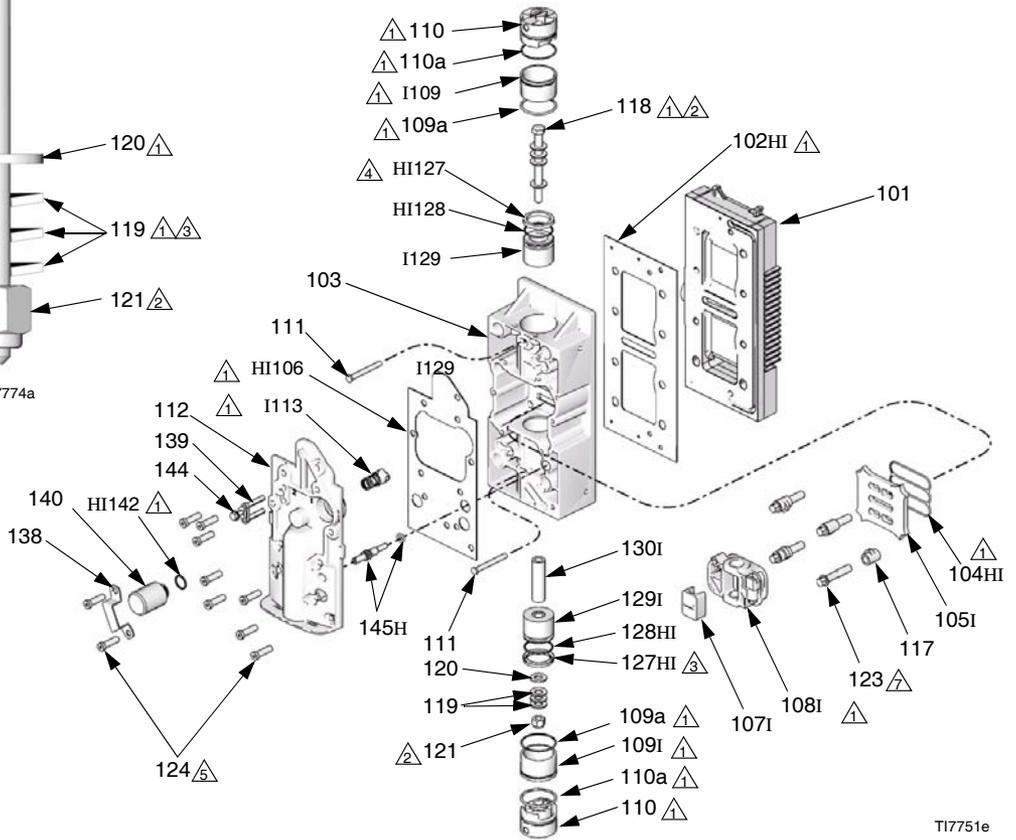

Fig. 11. Reparación de la válvula neumática (NXT107 representada)
2. Vea la FIG. 11. Retire los tornillos (124), la tapa del portaválvulas (112), el bloqueador accionado por muelle (113), la junta (106), y el control de eliminación del hielo (145).
4. Vea la FIG. 11. Sujete el perno (118) con una llave de tubo de 9/16" mientras desenrosca la tuerca (121) con otra llave. Desarme el conjunto del perno del pistón. Inspeccione las empaquetaduras de la copela en U (127) y todas las juntas tóricas (109a, 110a, 128). Reemplace las piezas dañadas.
5. Retire los manguitos (109).
6. Retire el portaválvulas (108) y el bloqueador del portaválvulas (107).
7. Retire los tornillos (123), los retenes (117), la placa de la válvula (105), y el sello (104).
1. Si se había desmontado el cuerpo de la válvula (103), instale una nueva junta (102†‡).
2. Lubrique la placa de la válvula (105‡). Instale el sello (104†‡) y la placa (105‡) en el cuerpo de la válvula (103). Lubrique la superficie de sellado del portaválvulas (108). Instale el portaválvulas, el bloqueador (107à) y los retenes (117‡). Enrosque a mano los tornillos (123), y después apriete a un par de 12 lb-pie (16,3 N•m).
4. Asegúrese de lubricar **ambos** extremos del perno del pistón (118). Monte el perno del pistón exactamente como se muestra en la FIG. 11, respetando todas las notas de montaje.
5. Sujete el perno (118) con una llave mientras aprieta la tuerca (121) con otra llave. Apriete a un par de 34-38 lib-pie (45,9-51,3 N•m).
6. Instale el tope del pistón (110) y los pasadores de retención (111).
8. Vea la FIG. 11. Lubrique e instale el bloqueador accionado por muelle (113‡), la junta (106†‡), la tapa del portaválvulas (112), y los tornillos (124). Apriete a un par de 100 lib-pulg. (11,3 N•m).